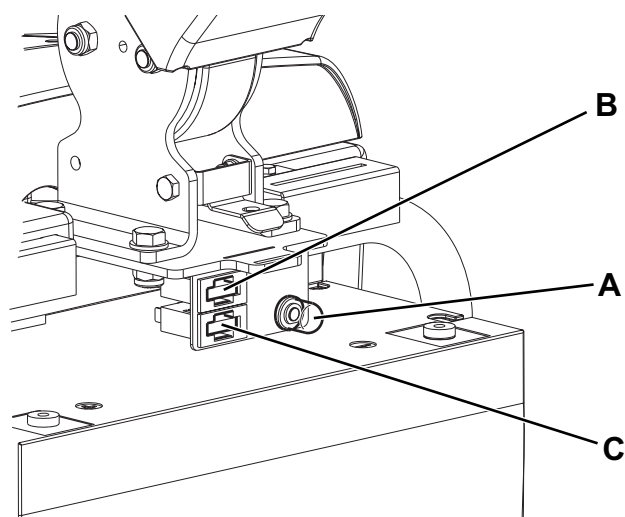

Figure 7
2. Tourner la manette (32) sur «0» et débrancher la batterie (7).
3. Ouvrir le couvercle (4) et contrôler si les fusibles suivants sont débranchés ou intacts :
- (A, Fig 7) : Fusible restaurable F1 (30 A), moteur brosse.
- (B) : Fusible à lamelle F3 (5 A), composants auxiliaires.
- (C) : Fusible à lamelle F2 (30 A), moteur système d'aspiration.